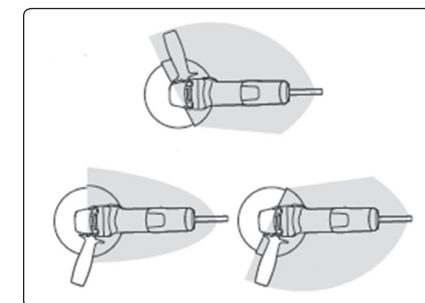

Abb. 5
- Die Schutzhaube ist je nach dem bloßen Teil der Scheibe so zu installieren, dass in die Richtung der Bedienung einen möglichst geringen Teil der Scheibe bloß ist, um die maximale Sicherheit der Bedienung sicherzustellen, siehe Abb. 5. In den grauen Feldern auf der Abb. 5 ist die Schutzzone der Bedienung je nach der Umdrehung der Schutzhaube gegenüber des bloßen Teiles (Arbeitszone) der Scheibe dargestellt. Bei Änderung der Arbeitszone der Scheibe die Stellung der Schutzhaube entsprechend ändern, um die maximale Sicherheit der Bedienung sicherzustellen.
- Hebel des Schnellspannsystems der Schutzhaube aufklappen und die Aufnahme der Schutzhaube über die Mulde auf den Hals des Schleifers aufsetzen, wobei sich die Vorsprung auf der Aufnahme der Schutzhaube in der Mulde auf dem Hals des Schleifers befinden muss und die Aufnahme der Schutzhaube auf dem Hals des Schleifers möglichst unten sitzt. Dann die Schutzabdeckung so umdrehen, um die maximale Sicherheit des Benutzers bezüglich der Position der Bedienung und des bloßen Teiles der Scheibe, mit der geschnitten wird, (siehe Abb. 5) sicherzustellen. Vor dem Aufklappen des Hebels des Schnellspannsystems überzeugen Sie sich, dass die Schutzhaube richtig aufgesetzt ist und klappen Sie den Hebel des Schnellspannsystems wieder aus. Dann mit geeignetem Montagewerkzeug die Aufnahme der Schutzhaube durch Drehen der Mutter an der Schraube der Schutzhaube festziehen, um die Schutzhaube für den Betrieb des Schleifers zu sichern, wobei der Hebel des Schnellspannsystems für eventuelle Änderung der Stellung der Schutzhaube aufklappbar bleiben muss. Überzeugen Sie sich durch Ziehen an der Schutzhaube, dass die Schutzhaube des Schleifers fest gesichert ist.